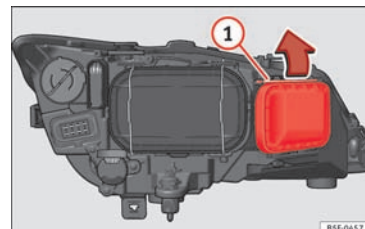

Fig. 108 Lygte til fjernlys
- Forskyd holderen » **Fig. 108** ① i pilens retning, og tag afdækningen af.